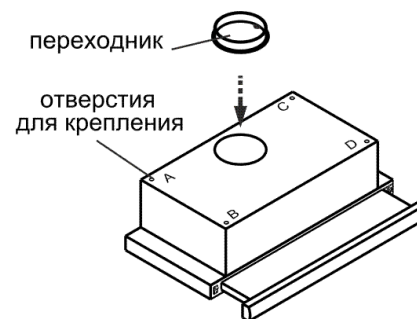
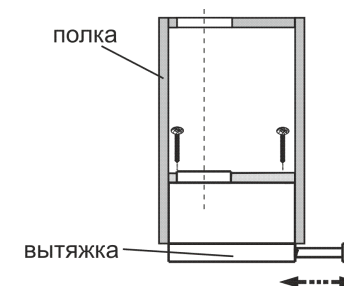

рис. 4
рис. 5
- 6.1 Установите пластиковый переходник и зафиксируйте его защелками (рис. 4).
- 6.3 Крепление кухонной вытяжки к верхней полке над плитой (рис. 4, рис. 5):
- вырежьте дополнительное отверстие в полке шкафа (рис. 5) для воздуховода при работе в режиме «вытяжки» и для свободного прохождения воздуха при работе в режиме «рециркуляции»;
- выдвижная панель при движении не должна задевать за переднюю панель полки и царапать ее (рис.5).